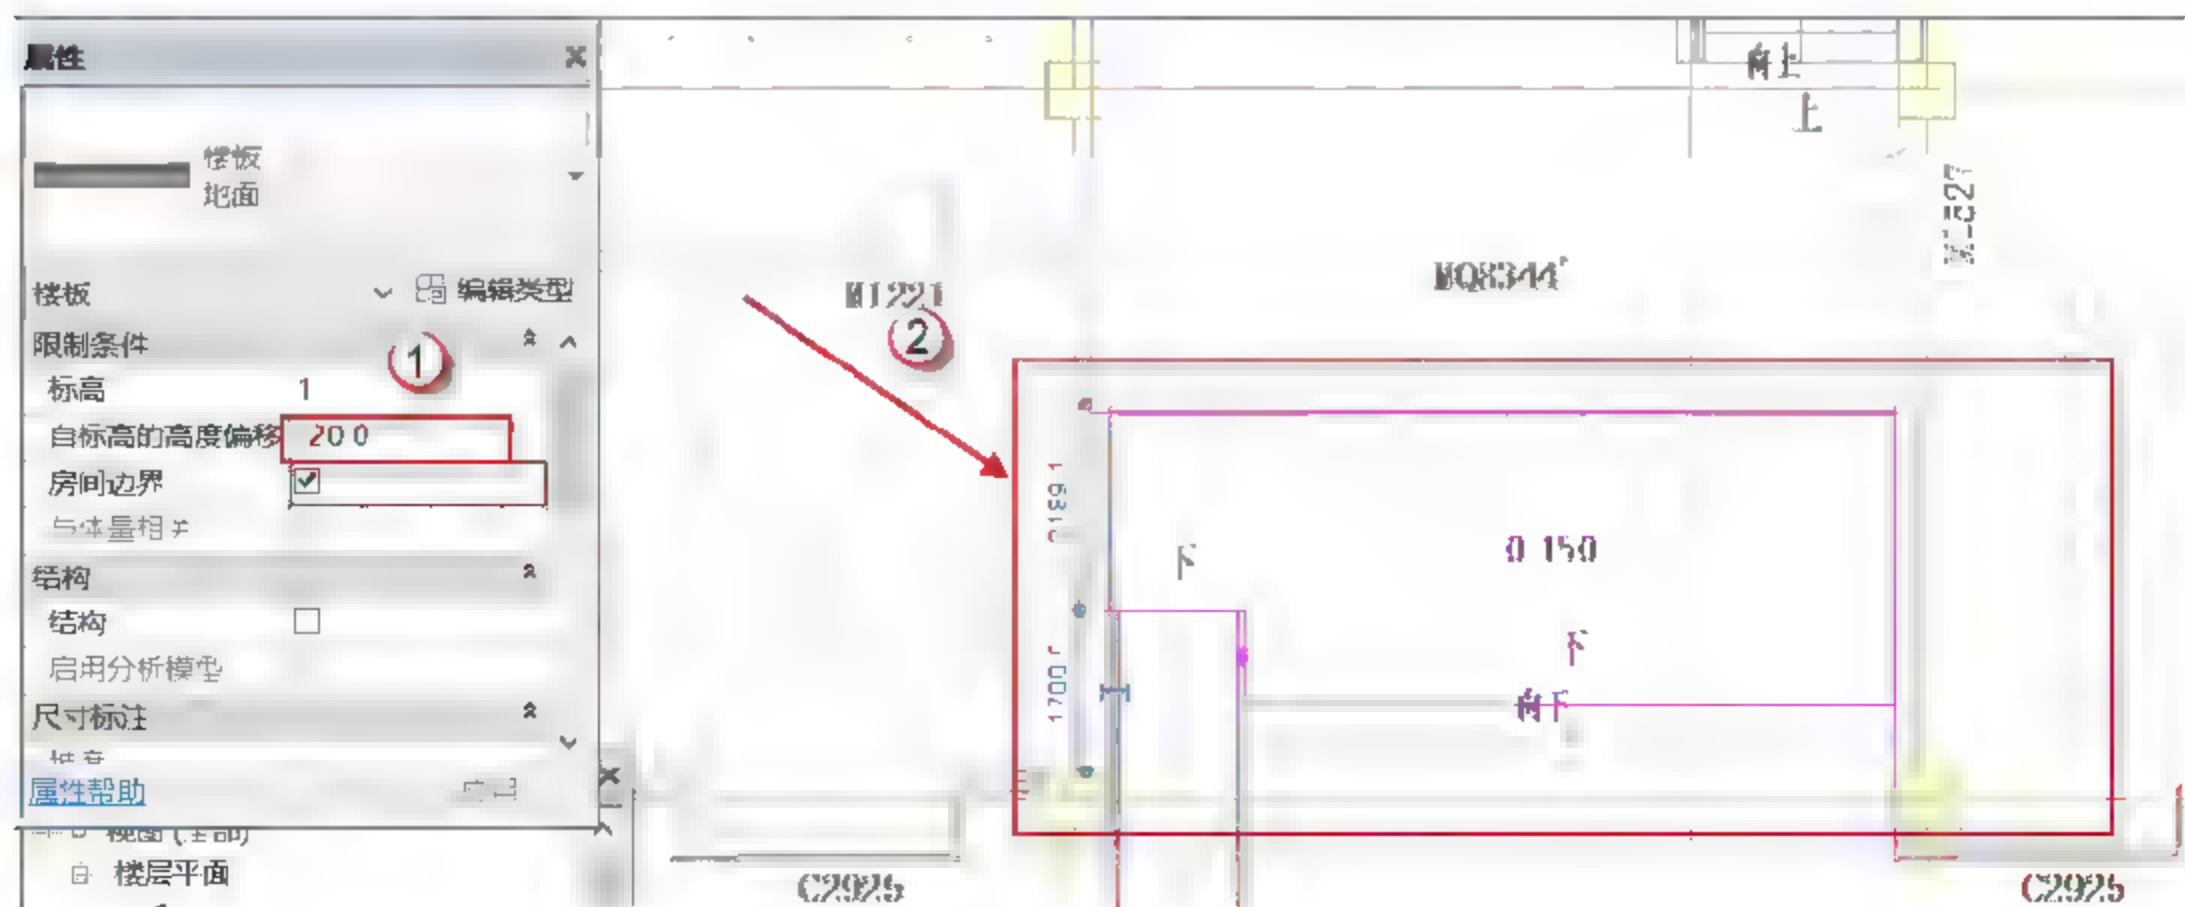

图 10.2.100 标高偏移为“-20”的“地面”部分绘制
(12) 4 轴到 5 轴之间标高偏移为“-20”的“地面”部分绘制。选择“建筑”→“楼板”→“建筑楼板”→“楼面板 1”命令，标高为“1”层，将标高改为“-20”，选用“直线”工具绘制，绘制路径如图 10.2.100 所示，绘制完成后，单击模式选项面板下的√按钮。剩下的楼板绘制方法同上，这里不再重复。